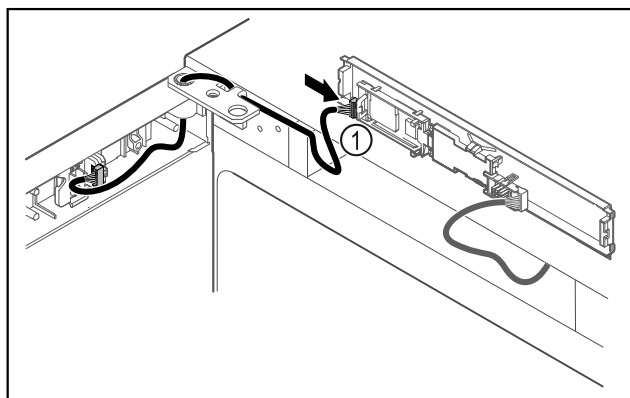

Fig. 44
- Подключите штекер (Fig. 44 (1)) к панели